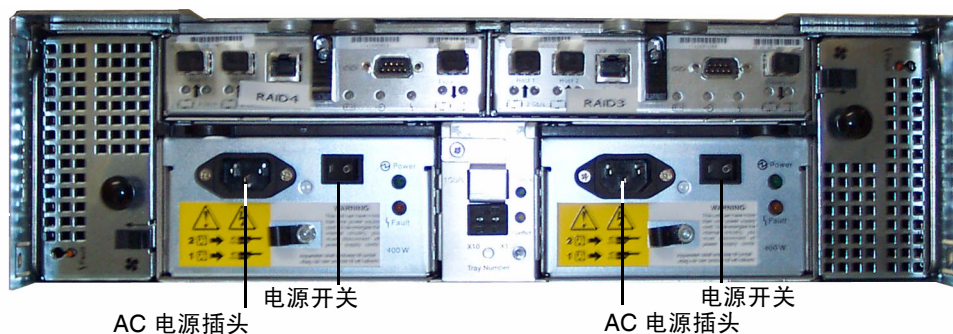

图 3-22 控制器盒后面板
2. 确保电源开关设置为 Off（关），然后再将两根 AC 电源线与每个控制器盒的背面连接（参见图 3-22）。